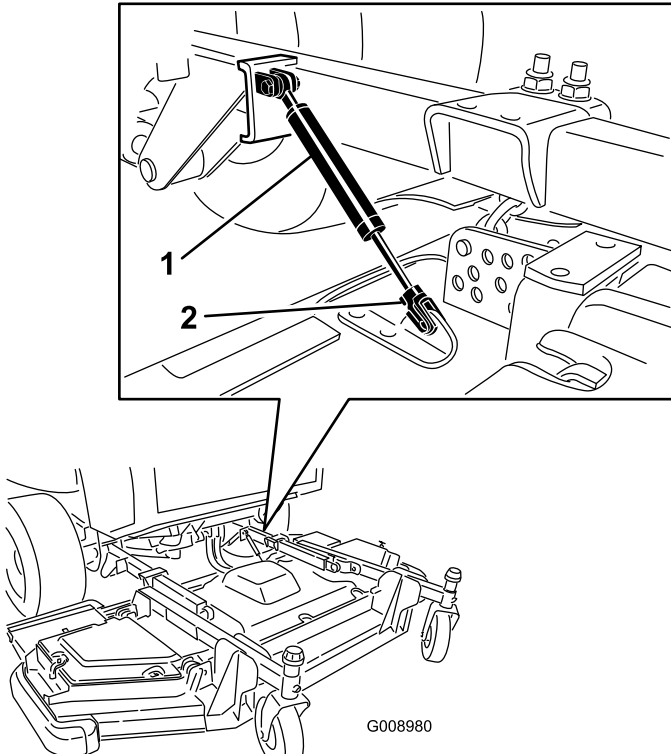

Рисунок 135
3. Снимите стопорное кольцо и отсоедините узел амортизатора от режущего блока (Рисунок 135).